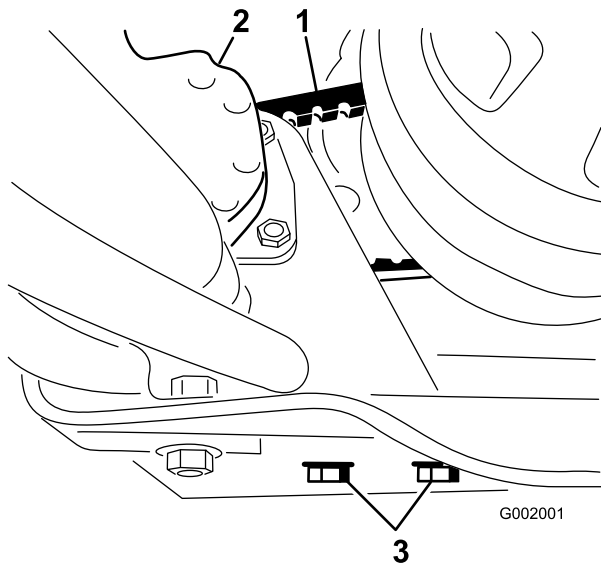

Figura 63
2. Allentate i bulloni di fissaggio della pompa dello sterzo (Figura 63).